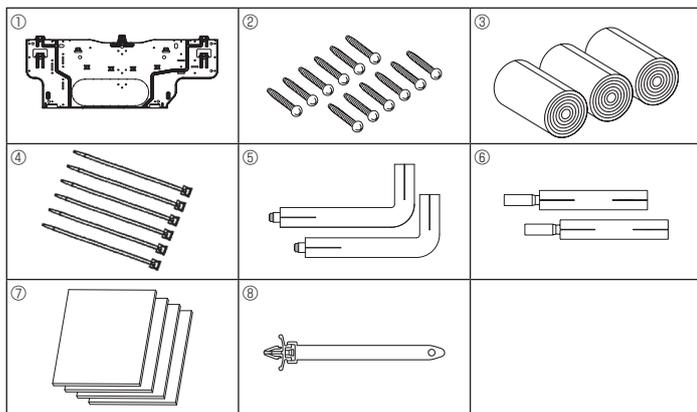

Fig. 3-1
3.1. Vérifier les accessoires qui accompagnent l'appareil intérieur (Fig. 3-1)
- Ⓐ Planche d'installation ① sur Fig. 3-1
- Ⓓ Vis de fixation (4 x 25) Ⓜ sur Fig. 3-1
- Ⓕ Plaque d'installation Ⓜ sur Fig. 3-1
- Ⓔ Bande de feutre Ⓜ sur Fig. 3-1